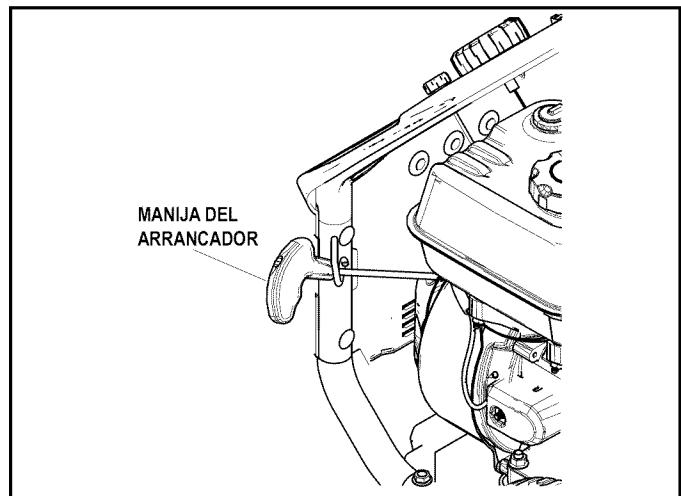

Figura 5-5. Arranque el motor
- Para arrancar el motor, tome la manija del arrancador (Figura 5-5) y tire lentamente hasta que sienta alguna resistencia. Luego tire rápidamente para dar arranque al motor.